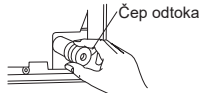

Fig. 1
- Odočna cev mora biti zaradi lažjega odtoka usmerjena navzdol. (Fig. 1)
- 2) Izvlecite čep odtoka na zadnjem desnem delu notranje enote. (Fig. 1)